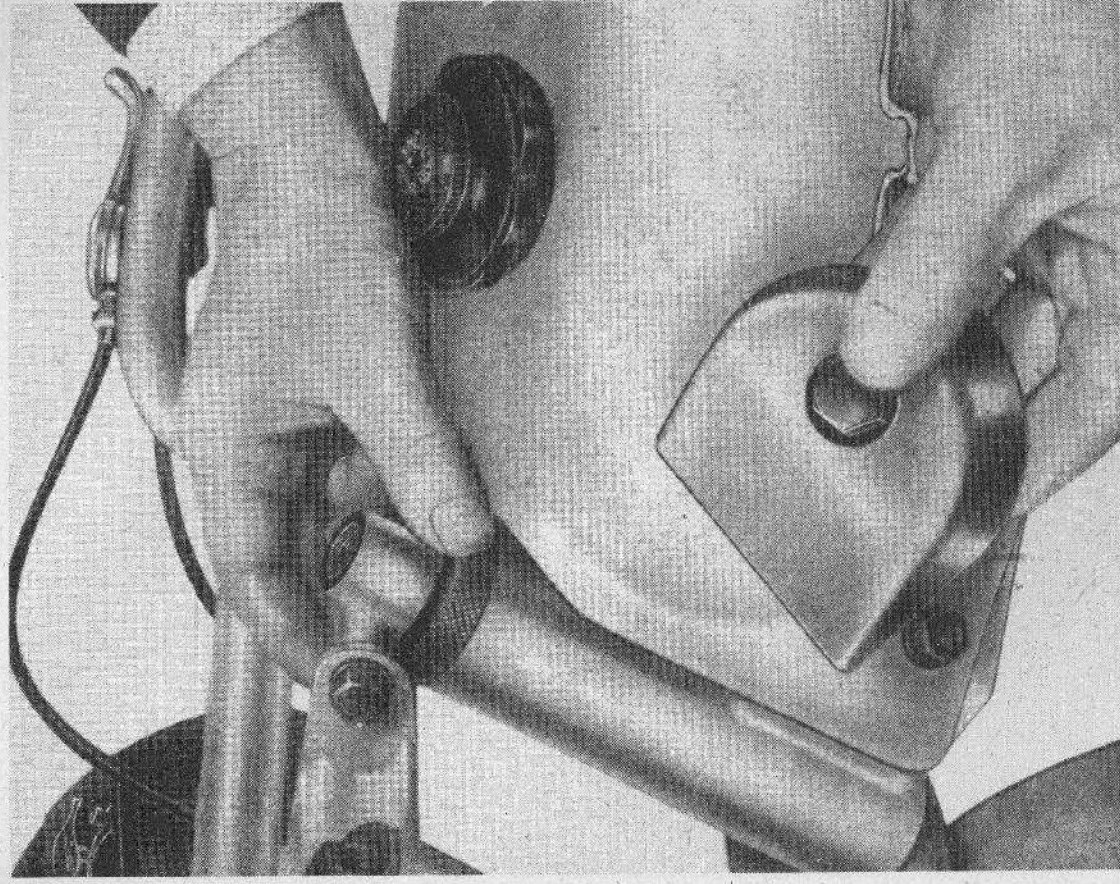

Fig. 14
- III) svitare e rimontare definitivamente con il cappello di copertura il bullone centrale (*vedere fig. 14*).